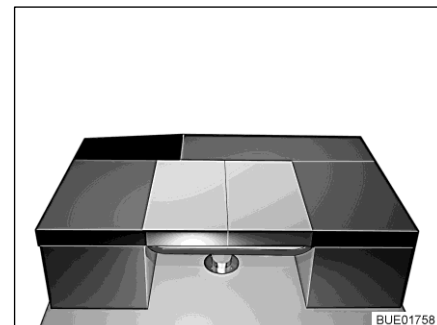

Bild 167 Efter ombyggnaden
- Lägg sidosittbänkens ryggdyna längs på bordet (se Bild 167).